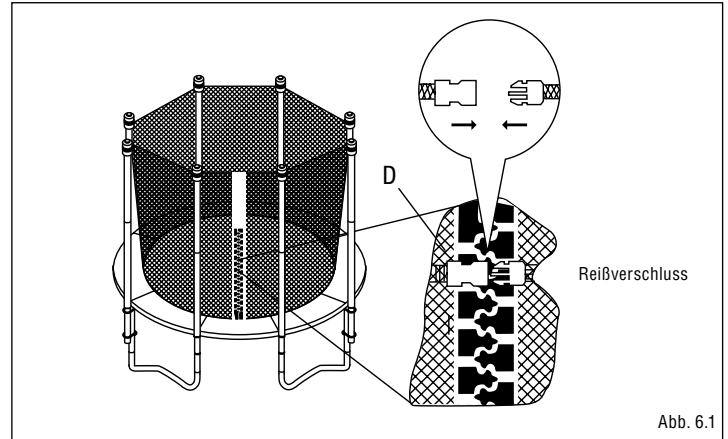

Abb. 6.1
Ziehen Sie den Reißverschluss des Sicherheitsnetzes (D) am Einlass zu, der zwischen zwei Stützbeinen des Trampolins liegen muss und lassen Sie dann die zwei Schnappverschlüsse Einrasten. (Abb. 6.1) (der untere Verschluss ist nicht dargestellt).